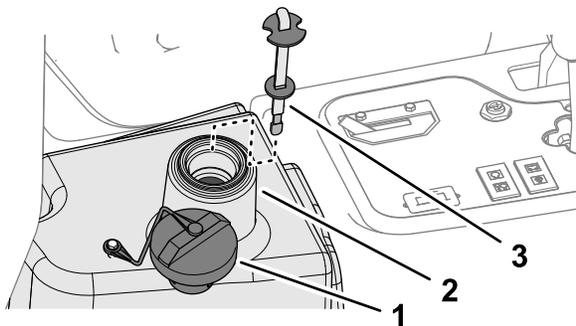

Рисунок 91
2. Очистите зону вокруг заливной горловины и крышки гидравлического бака (Рисунок 91) и снимите крышку.